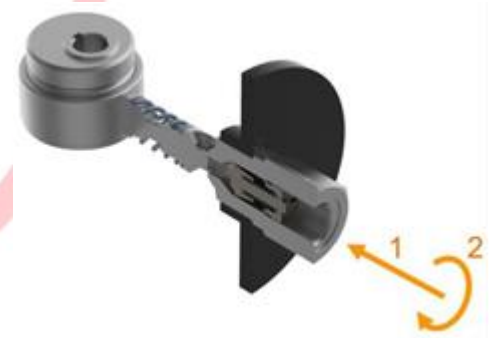

Abb. 15.2 Pump
1. Setzen Sie das Pumpenelement senkrecht in die Pumpenauslassgehäusebohrung (Abb. 15.2) ein.
2. Ziehen Sie das Pumpenelement im Uhrzeigersinn mit einem Drehmoment -schlüssel fest, der voreingestellte Wert des Drehmomentschlüssels darf nicht kleiner als 18 N/m sein (Abb. 15.2).